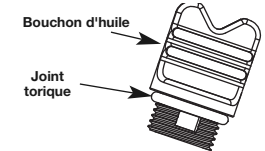

Fig. 8
- Retirez le bouchon d'huile du carter-moteur (Fig. 8).